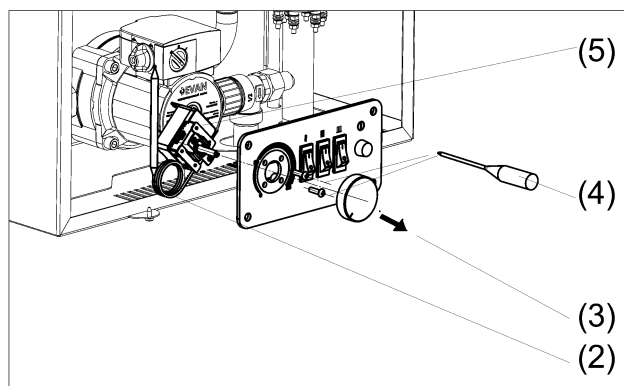

Рисунок 19. Замена термостата
- (1) Выполните действия по снятию терморегулятора и лицевой панели указанные в п.6.1, п.6.2.
- (2) Извлеките гильзу термостата из колбы (теплообменника).
- (3) Аккуратно потяните ручку терморегулятора на себя и отсоедините её от терморегулятора (рис.19).
- (4) Открутите два винта и отсоедините термостат.
- (5) Установите новый термостат, выполнив указанные действия в обратном порядке.